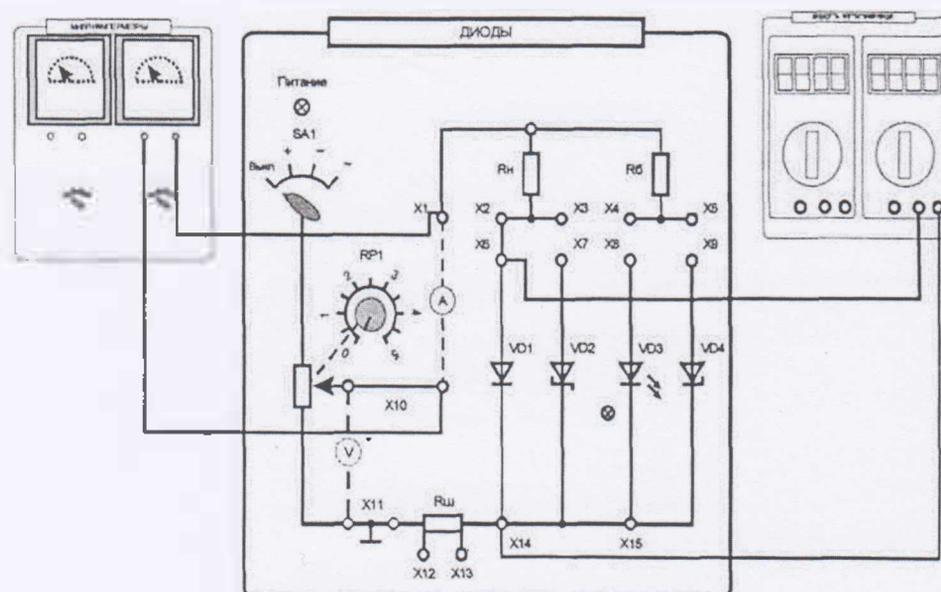

Рис. 3.1.4
3.1.1. Собрать схему для исследования выпрямительного диода VD1 на постоянном токе. Для измерения анодного тока включить миллиамперметр, для измерения анодного напряжения включить мультиметр в режиме измерения постоянного напряжения (рис. 3.1.4). Включить электропитание стенда и
3.3.1. Собрать схему для исследования стабилитрона на постоянном токе (аналогично схеме по рис. 3.1.4. Выполнить пункт 3.1.2 для стабилитрона. Построить график зависимости выходного напряжения $U_{ст}$ от тока $I_{ст}$. Результаты занести в табл. 3.1.6.